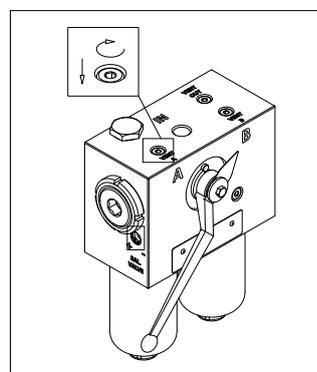

fig. 4
- (Fig. 4) Serrare immediatamente il tappo di sfiato